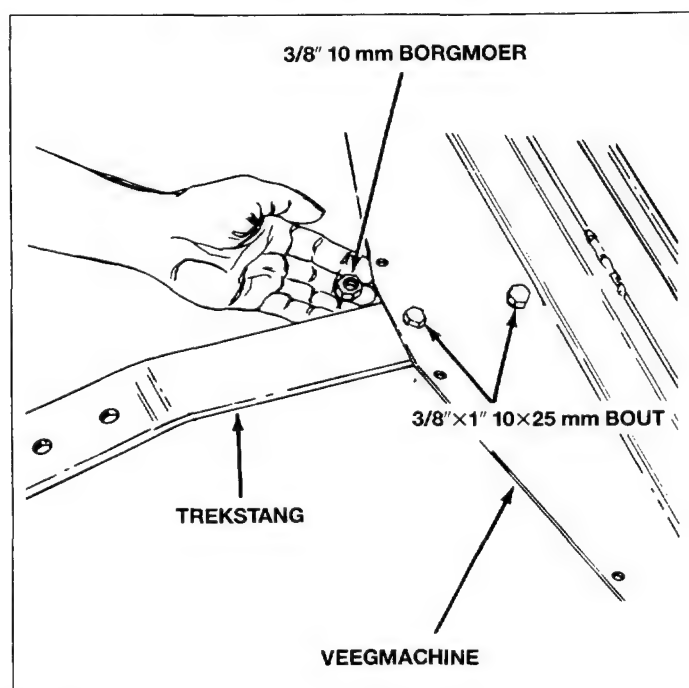

Fig. 3
1. Monteer de trekstang op de veegmachine. Plaats de trekstang onder de veegmachine overeenkomstig fig. 3.
2. Bevestig de trekstang met twee M10×25 mm (3/8×1") zeskante bouten en 10 mm (3/8") borgmoeren. Zie fig. 3.